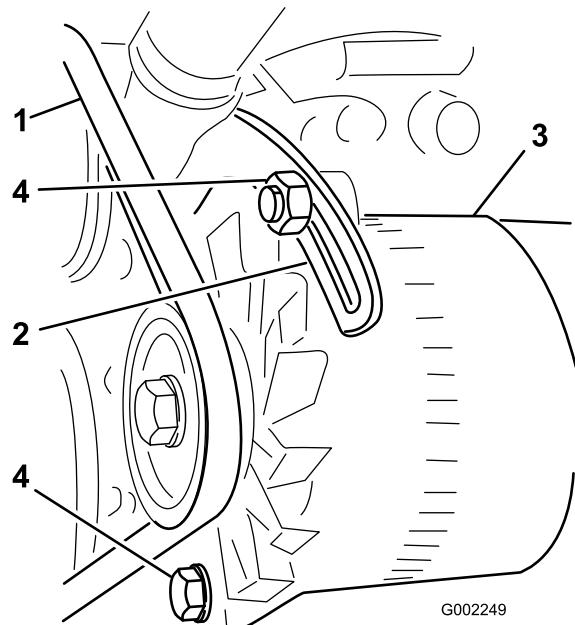

Figura 84
8. Arranque el motor con el tapón del radiador aflojado (Figura 84).
3. Afloje los pernos que fijan el tirante al motor y el perno que fija el alternador al tirante (Figura 84).